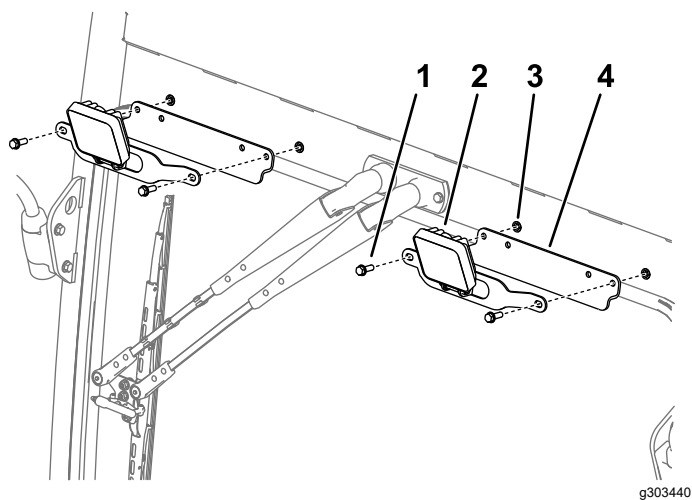

Рисунок 7
4. Подсоедините узлы рабочих осветительных приборов и крепежные кронштейны к передней части машины, как показано на Рисунок 7, используя винты и крепежные кронштейны, снятые при выполнении пункта 3.